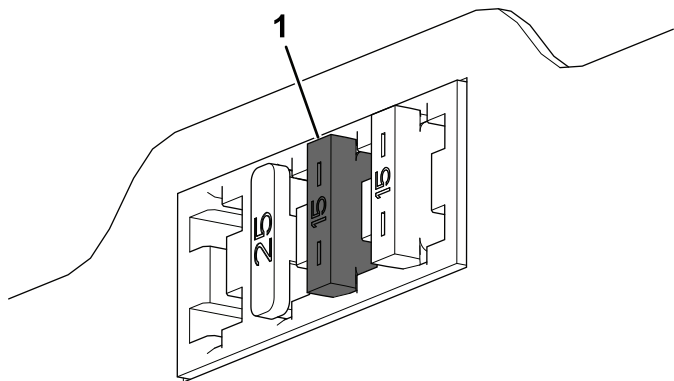

Bild 12
11. Setzen Sie die Sicherung (15 A) in den dritten Einschub von links ein (wenn Sie auf den Sicherungskasten schauen) (**Bild 12**).